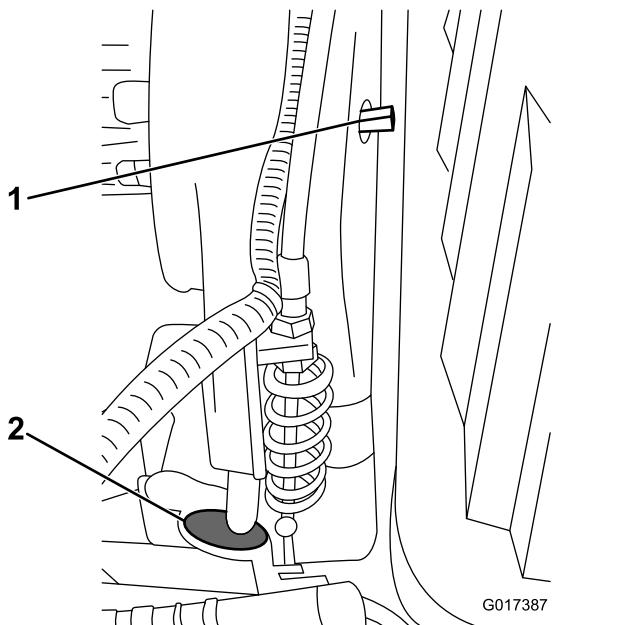
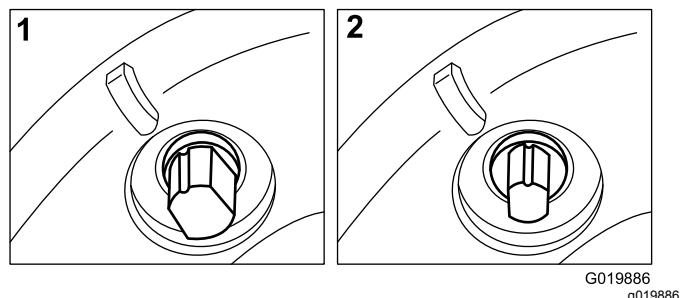

Figure 49
Figure 50
Retirez l'obturateur en caoutchouc (Figure 49) qui occupe le trou à l'avant de la transmission si l'accès à l'embrayage de cylindre est requis.
La courroie de transmission est tendue par une poulie rappelée par ressort. Si vous devez engager/désengager la tension de la courroie, utilisez une clé de 3/8 pouce pour tourner l'arbre d'engagement/désengagement (Figure 49) à la position voulue. Tournez l'arbre de 1/4 de tour (90°) dans le sens horaire pour désengager la poulie de tension de la courroie (Figure 50).
- Remarque:** Retirez l'obturateur en caoutchouc (Figure 49) qui occupe le trou à l'avant de la transmission pour observer l'embrayage.